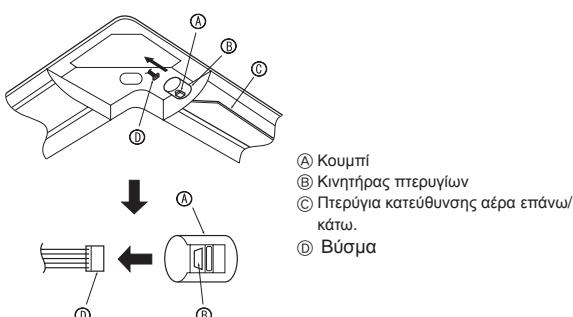

Fig. 9-9
9.5. Πώς κλειδώνεται η κατεύθυνση ροής του αέρα επάνω/κάτω (Fig. 9-9)